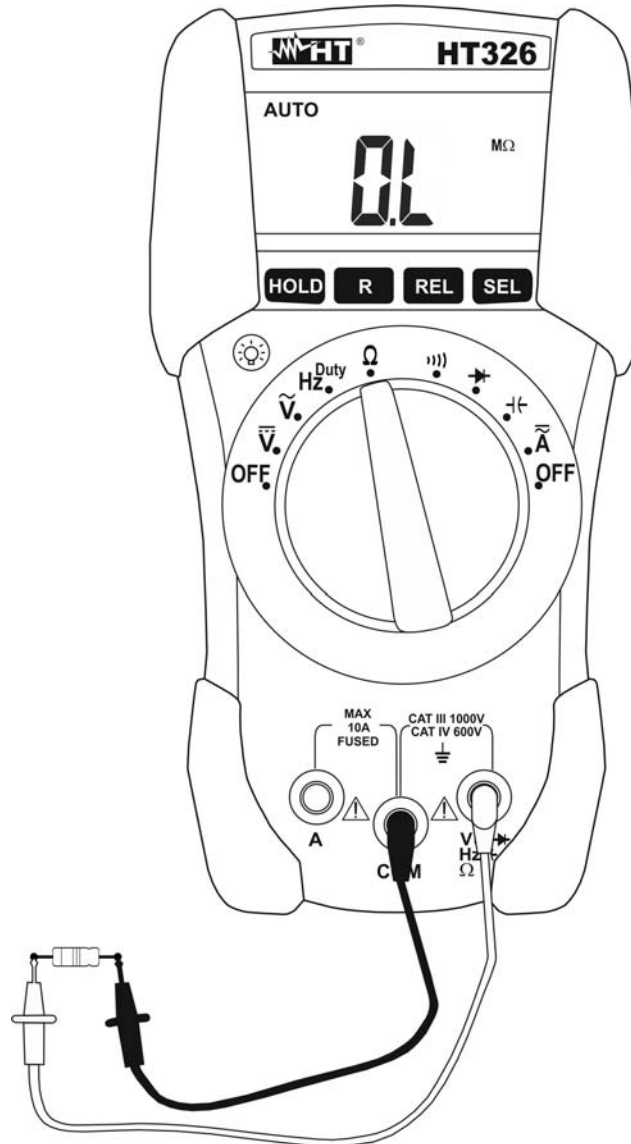

Abb. 6: Widerstandsmessung
4. Verbinden Sie die Messleitungen mit dem Messkreis (s. Abb. 6). Der Widerstandswert wird angezeigt.